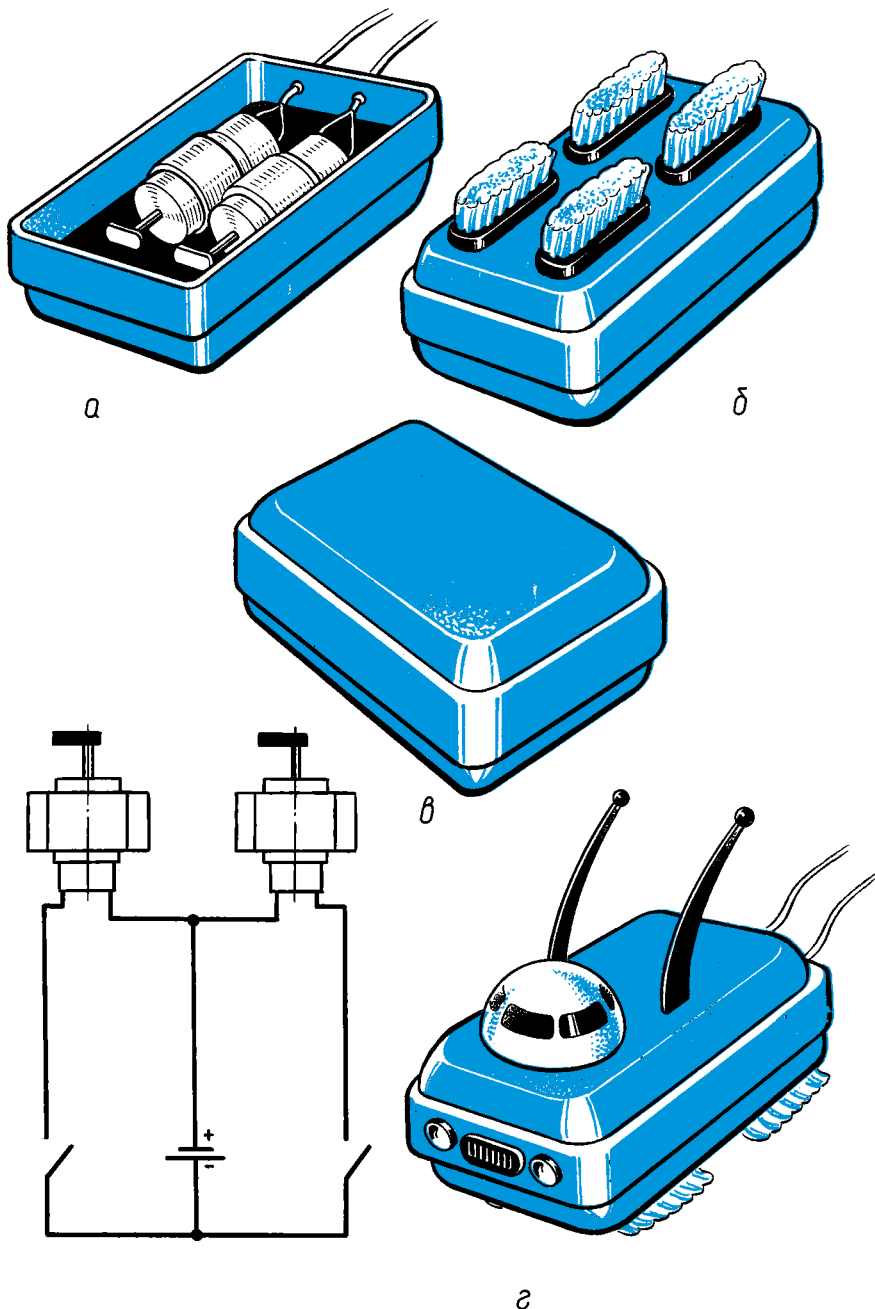

Рис. 104. Виброход из мыльницы.
**Модель из мыльницы (рис. 104).** Не торопитесь выбрасывать старую полистироловую мыльницу и сломанные зубные щетки — это материалы для модели. Если заставить щетки, ворс которых заглажен в одном направлении, вибрировать (для этого понадобится, конечно, двигатель), то они поползут вперед и потянут за собой то, что на них закреплено. Наша маленькая модель способна передвигаться по полу или гладкому асфальту.
Для изготовления модели (рис. 104), кроме щеток и мыльницы, вам потребуются два микроэлектродвигателя, работающих от батареек. Из инструментов для работы понадобится прежде всего электровыжигатель (можно использовать и паяльник) — с его помощью можно сварить части корпуса, а мелкие детали лучше соединить клеем «Уникум», «Момент-1» или нитроклеем.
Приступим к работе. Аккуратно приварите двигатели к дну мыльницы (или к стенкам, если позволяют размеры). Валы двигателей должны быть направлены в одну сторону (рис. 104, а). На концы валов наденьте одинаковые продолговатые кусочки ластика так, чтобы при работе двигателей они могли свободно вращаться, не задевая друг за друга. Эти резинки выполняют роль эксцентриков и при вращении вызывают вибрацию, которая и заставляет вездеход двигаться вперед. Неплохо бы еще утяжелить кусочки резинки болтиками и гайками от «конструктора».
К клеммам двигателя присоедините провода, ведущие к батарейке. Сделать это следует в строгом соответствии с прилагаемой схемой (см. рис. 104) — это позволит включать оба двигателя либо сразу (виброход тогда поползет вперед), либо по отдельности (виброход сможет поворачивать в любую сторону).
Украсить машину можно деталями от разных пришедших в негодность игрушек. Например, колпак кабины хорошо получается из половинки треснувшего шарика от настольного тенниса (рис. 104, г). Только не нужно увлекаться: ведь никакую машину, даже игрушечную, не стоит оснащать ненужными деталями.